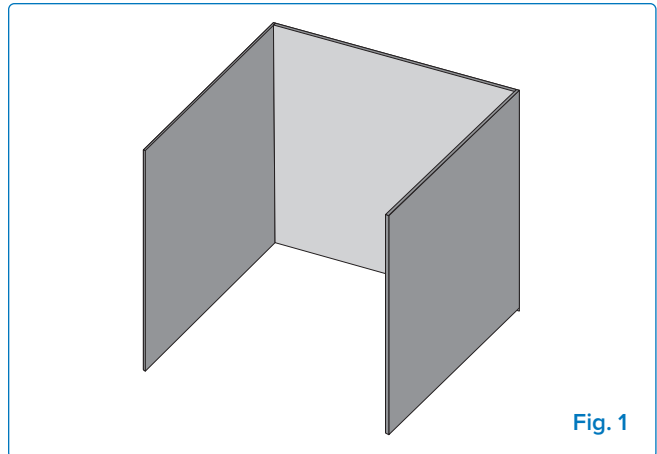

Fig. 1
- Apparatet betragtes som udendørs, hvis det er installeret i et læ med vægge på tre sider, men uden overdækning (**Fig. 1**).